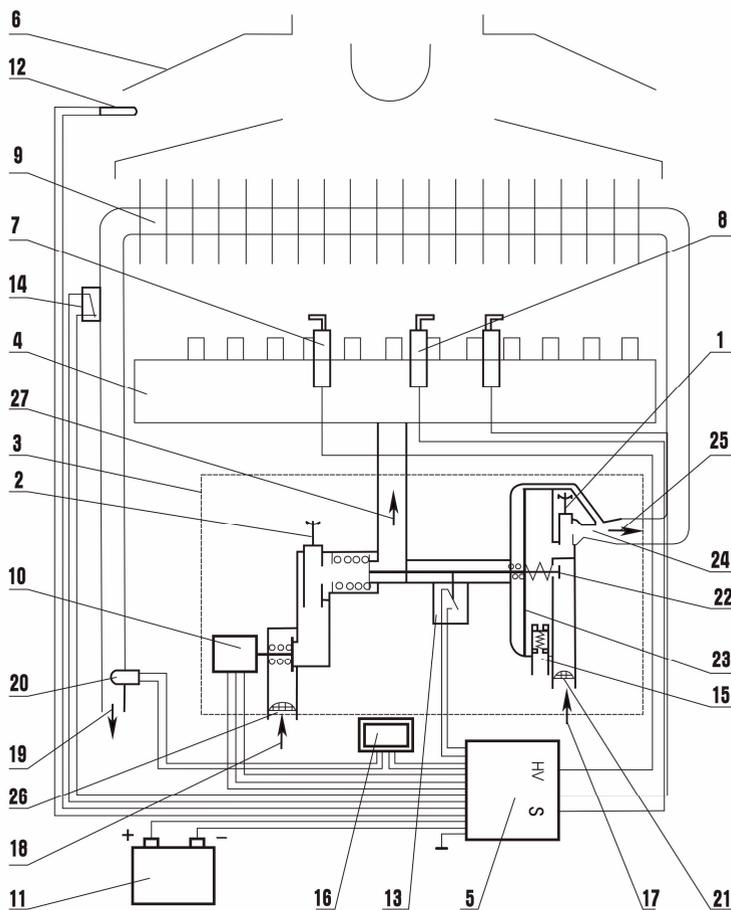

Рис. 4.3 – Функциональная схема водонагревателя
4.3 Функциональная схема водонагревателя показана на рис.4.3